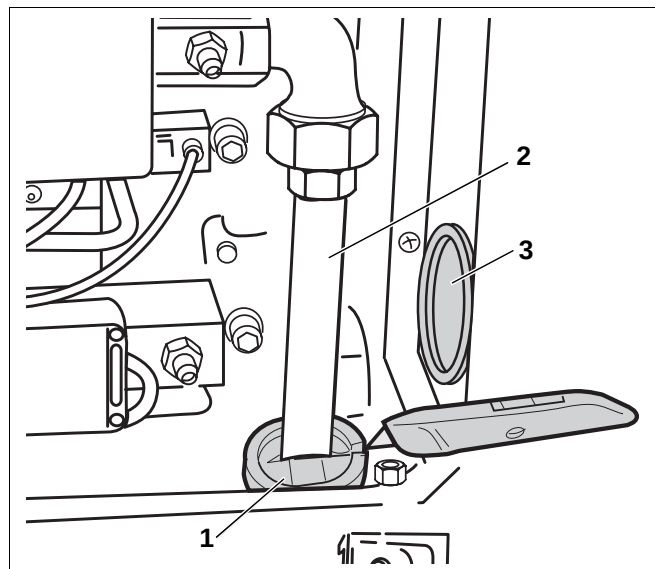

Abb. 12 Gasanschluss senkrecht
- Ovale Dichtung (Abb. 12, **Pos. 1**) mit einem Messer einschneiden und zwischen senkrechtem Gasanschlussrohr (Abb. 12, **Pos. 2**) und Grundplatte einsetzen.
- Mit der runden Dichtung (Abb. 12, **Pos. 3**) die Öffnung für den seitlichen Gasanschluss verschließen.